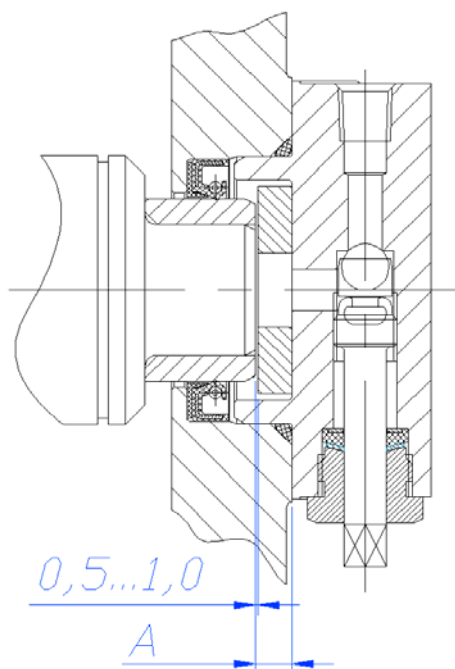

Рис. 9. Замер расстояния «А»
14. Положите «О»-кольцо 250×3 (99) на шейку корпуса колесного редуктора (101), установите корпуса в ступицу (98) и зажмите четыре винта М8×25 (27).
15. Установите распорные втулки (4) на середину отверстия сателлитов (3), вставьте предварительно смазанные консистентной смазкой Литол-24 игольчатые ролики (6) и положите опорные шайбы с обеих сторон сателлита. Собранные сателлиты последовательно вводите в держатель сателлитных колес (104), а затем установите через них оси (5), которые следует набить в держатель. Проверьте плавное вращение всех сателлитов.
16. На уже подготовленный держатель сателлитных колес надевается «О»-кольцо 220×3 (103) и весь комплект вводится в картер колесного редуктора. При этом действии берегите резиновое «О»-кольцо от повреждения.
18. Полуось с собранной спиралью (21 или 22) и внутренним стопорным кольцом (15) вставьте в цапфу. Установите ведущую шестерню колесного редуктора (16) на шлицы полуоси и застопорите вторым стопорным кольцом (15). Измерьте расстояние от торца полуоси до контактной поверхности держателя сателлитных колес (расстояние «А», рис. 9), отсчитайте 0,5 – 1,0 мм, и на такую длину исправляйте толщину упора полуоси (12), гарантирующий требуемый аксиальный зазор полуоси.
14. Установите распорные втулки (4) на середину отверстия сателлитов (3), вставьте предварительно смазанные консистентной смазкой Литол-24 игольчатые ролики (6) и положите опорные шайбы с обеих сторон сателлита. Собранные сателлиты последовательно вводите в держатель сателлитных колес (1), а затем установите через них оси (5), которые следует набить в держатель. Проверьте плавное вращение всех сателлитов.
15. Положите «О»-кольцо 250×3 (99) на шейку корпуса колесного редуктора (1), установите корпус в ступицу (98) и зажмите четырьмя винтами М8×25 (27).
16. Полуось с собранной спиралью (21 или 22) и внутренним стопорным кольцом (15) вставьте в цапфу. Установите ведущую шестерню колесного редуктора (16) на шлицы полуоси и застопорите вторым стопорным кольцом (15). Измерьте расстояние от торца полуоси до контактной поверхности держателя сателлитных колес (расстояние «А», рис. 9), отсчитайте 0,5 – 1,0 мм, и на такую длину исправляйте толщину упора полуоси (12), гарантирующий требуемый аксиальный зазор полуоси.
17. Контактующие поверхности колпачков (8) и держателя сателлитных колес смажьте герметической смазкой, установите колпачок и закрепите его болтами М12×1,5×20 (19).
18. С помощью дорна Т17-0003 установите уплотнитель 35×50×8 (9) в центральном отверстии колпачка (8). Положите упора полуоси (12) в кране запора воздуха (11). На шейке крана поставьте «О»-кольцо 50×3 (14) и монтируйте кран к отверстию колпачка. Закрепите его с помощью винтов М8×25 (13).
19. Установите тормозной барабан (28) на барабанные болты (100) и укрепите его болтами М10×30 (26) к ступице и картеру колесного редуктора.
21. Закрутите сливной и заливной пробки (17), вместе с уплотнительным кольцом (18) в колпачке держателя сателлитных колес (105).